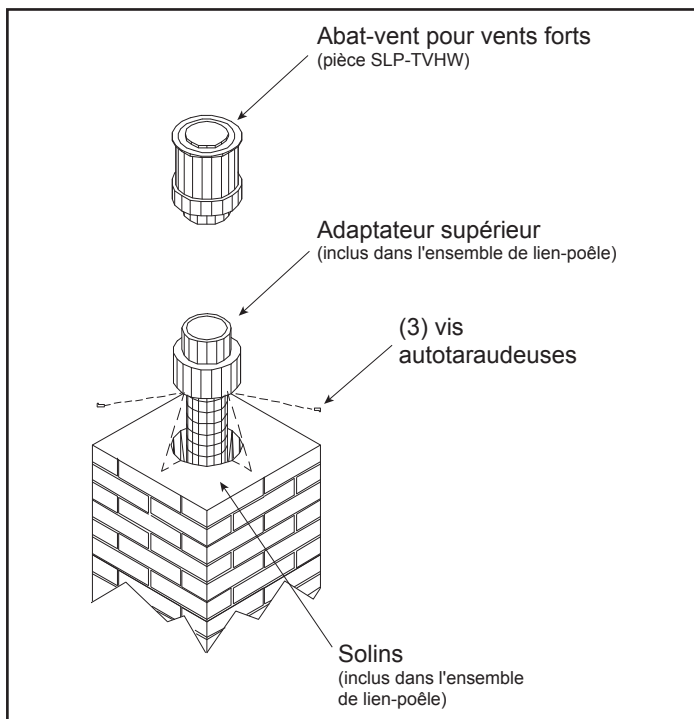

Figure 4.28
8. Fixez l'adaptateur supérieur au solin en tôle galvanisée. Vissez trois vis à tôle dans le côté de l'adaptateur supérieur et dans la bride du solin. Voir la figure 4.28. Verrouillez l'abat-vent pour vents forts sur le dessus de l'adaptateur en le faisant tourner.